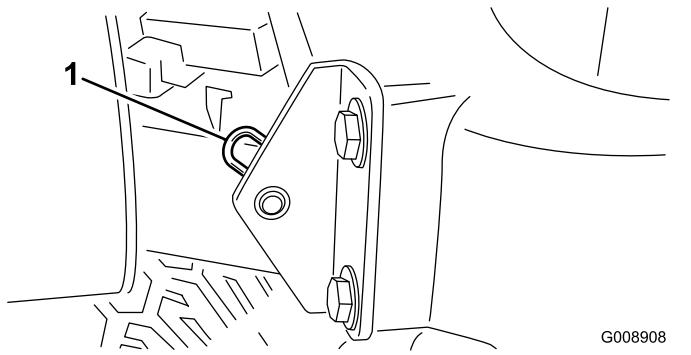

Figura 43
2. Togliete la coppia che fissa il perno del cofano alle staffe di montaggio (Figura 43).